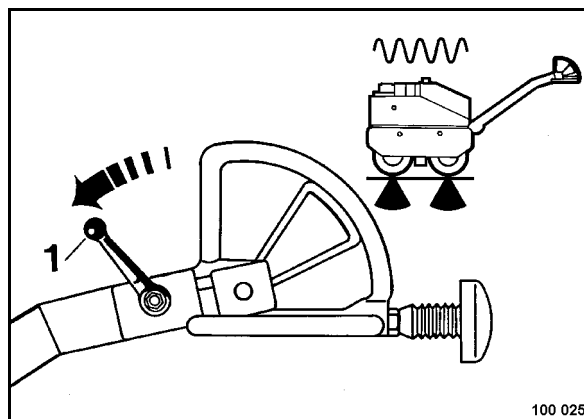

рис. 33
- Установить рычаг вибрации (1) (рис. 33) вперед; вибрация выключена.